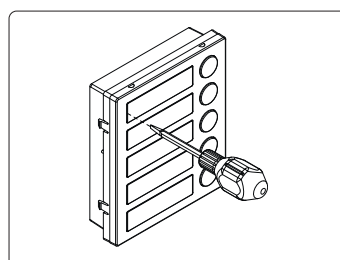

Fig. 12
- Inserire il cacciavite (lato piatto della lama) nell'apposita fessura del porta cartellino come mostrato in Fig. 12.